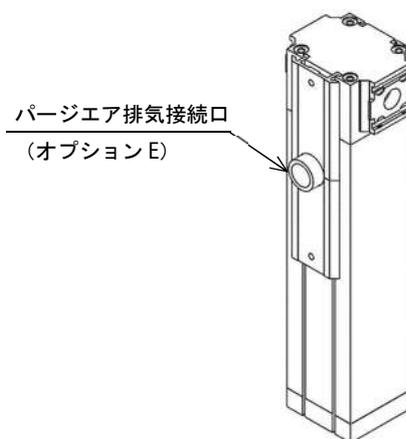

図 4
- 4) NS-3S、3L シリーズの排気用ポート付の場合、排気エアの配管は内径 8mm 以上のホース又は配管材を使用し、長さは 3m 以内としてください。（図 4 参照）
- 5) NS-4S、4L シリーズの排気用ポート付の場合、排気エアの配管は内径 8.9mm 以上のホース又は配管材を使用し、長さは 2m 以内としてください。（図 4 参照）